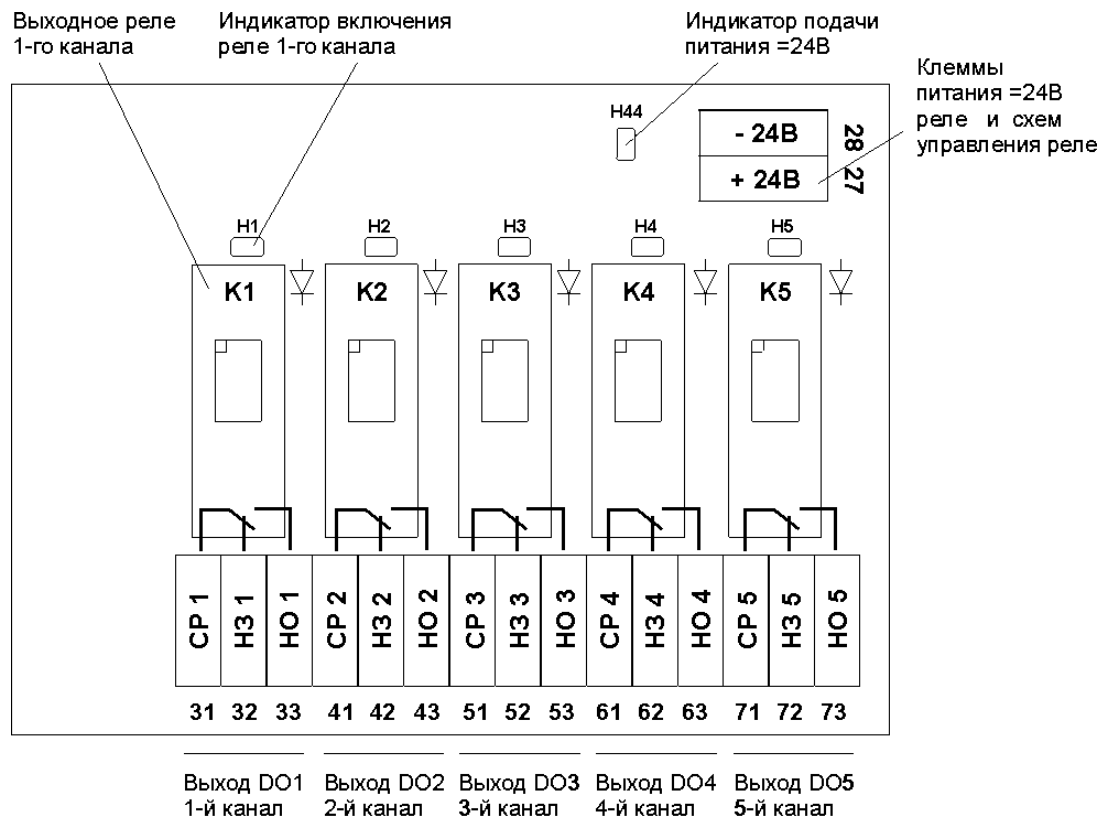

Рисунок 10.7 - Подключение дискретных выходов с помощью клеммно-блочного соединителя КБЗ-29Р-01
10.3.4.1 Подключение дискретных выходов с помощью клеммно-блочного соединителя КБЗ-29Р-01 представлено на рис. 10.7.